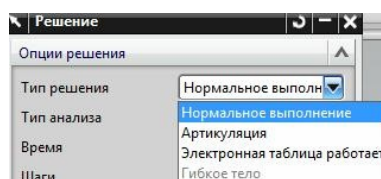

рис.2
•В окне *Тип решения* возможны разные варианты (рис.2). В данном пособии мы рассматриваем только вариант **Нормальное выполнение**. Именно этот тип решения точно анализирует все динамические процессы в проектируемом механизме. В этом случае решатель составляет систему ОДУ, и решает её численным методом. Остальные типы решения применяются для ускоренного повторения ранее выполненных решений. В одном случае мы применяем некий мультфильм, собранный из отдельных кадров (*Артикуляция*), в другом случае используем данные из Excel таблицы (*Электронная таблица работает*).